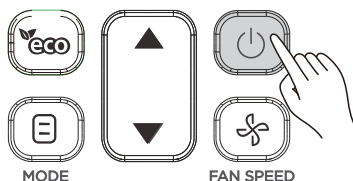

Figura 3.3
1) Premere  (si veda Figura 3.3), perché il comando remoto mostri l'icona  sullo schermo. L'unità interna comincia a funzionare